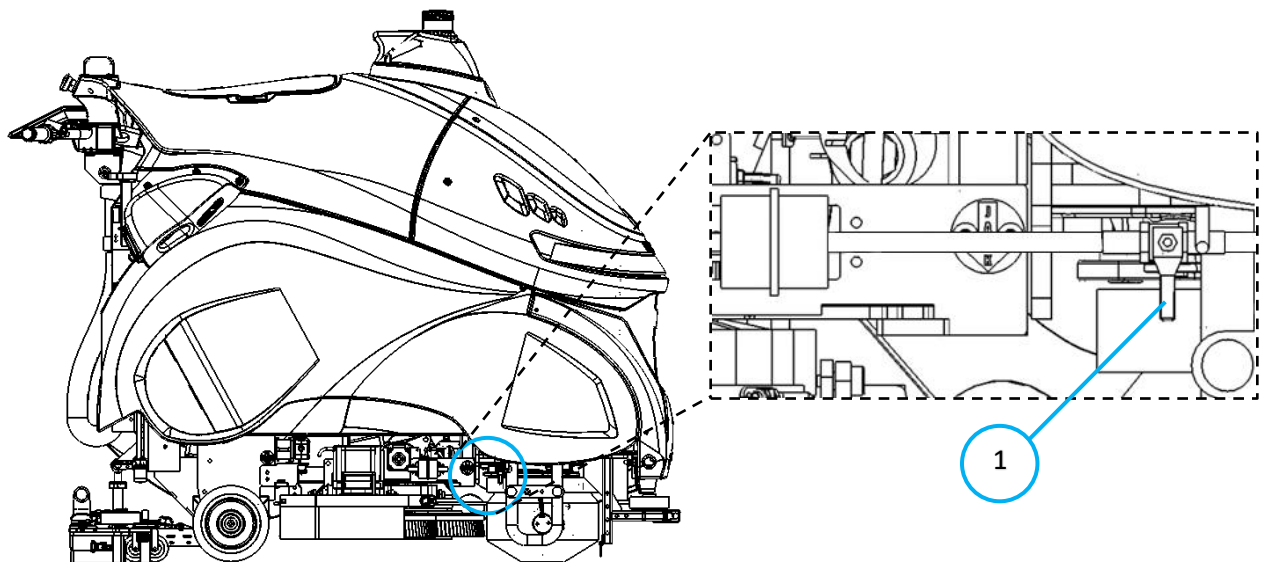

Fig. 2
4. Débranchez le tuyau du filtre à eau (Fig 2 - 1).